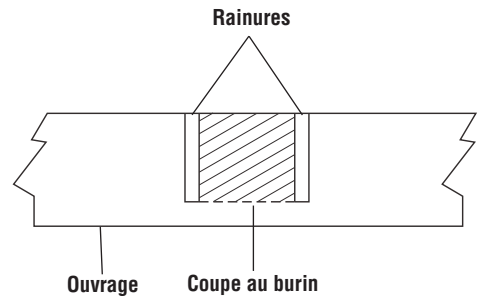

Figure 37. Rainure coupée grossièrement
5. Utilisez un burin à bois ou effectuez des passes multiples faisant glisser le bois pour enlever le matériau entre les rainures extérieures (Figure 37).